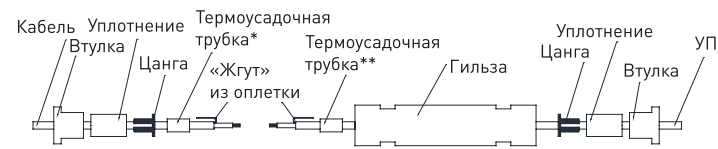

Рис. 11
8.1.1 Установить на один нагревательный кабель RGN детали в следующем порядке: втулка – уплотнение – цанга – гильза трубка термоусадочная* (для RGN-01-01 трубка термоусадочная длиной 60 мм; для RGN-02-01 трубка термоусадочная длиной 50 мм), и сдвинуть их на 100-150 мм от конца кабеля. На другой нагревательный кабель RGN установить детали в следующем порядке: втулка – уплотнение – цанга – трубка термоусадочная** (для RGN-01-01 трубка термоусадочная длиной 60 мм; для RGN-02-01 трубка термоусадочная длиной 40 мм), и так же сдвинуть их на 100-150 мм от конца кабеля (см. рисунок 11).